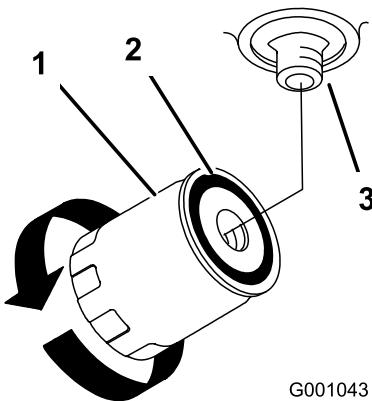

Figure 68
7. Appliquez une fine couche d'huile propre sur le joint en caoutchouc du filtre de rechange (Figure 68).
9. Remplissez le réservoir hydraulique jusqu'à ce que le liquide déborde du filtre. Tournez alors le filtre à l'huile dans le sens horaire jusqu'à ce que le joint en caoutchouc vienne toucher l'adaptateur du filtre. Serrez ensuite le filtre de 1/2 tour supplémentaire (Figure 68).